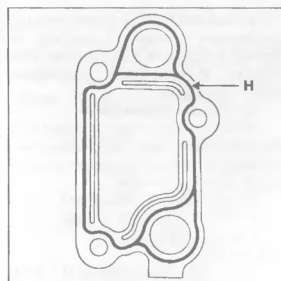

Рис. 3.51
11. Установите корпус термостата, уплотнив его герметиком **Loctite 518**. Валик герметика **H** должен иметь ширину от **0,6 до 1 мм** (рис. 3.51).